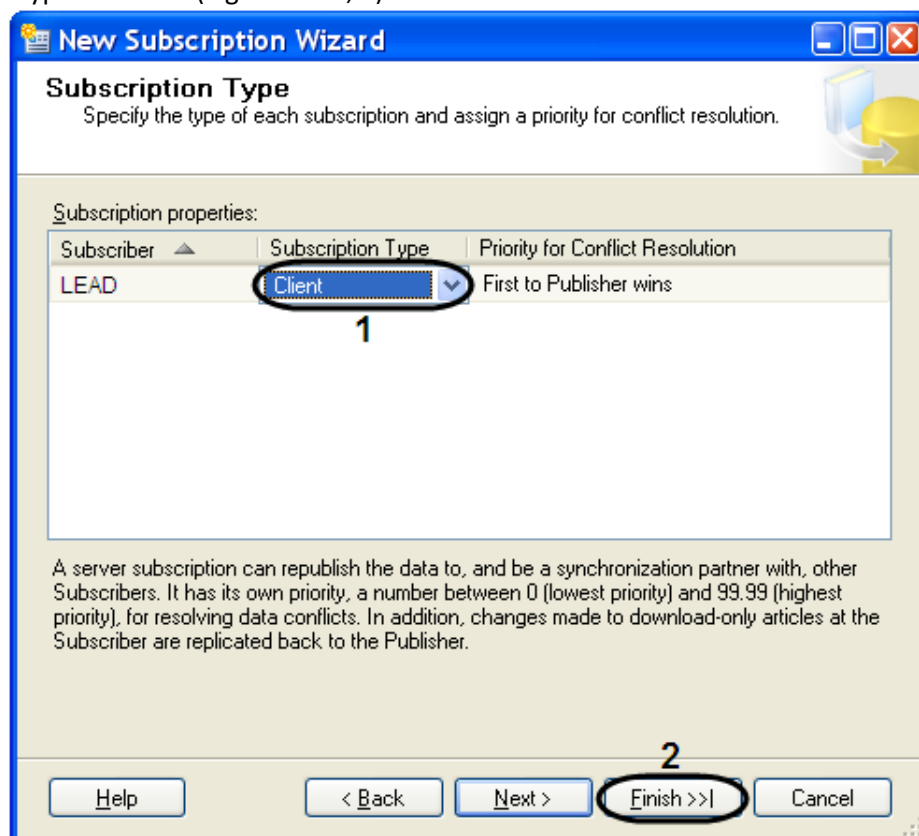

Fig. 9.3—20Subscription type subscription
21. To end the creation of a new subscriber click «Finish» (Fig. 9.3—20, 2).